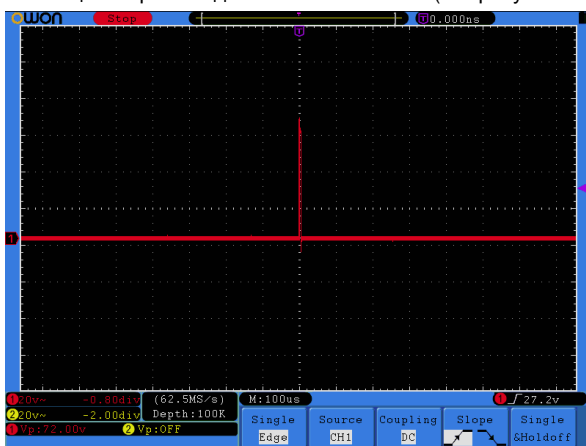

Рисунок 7.3. Обнаружение одиночного сигнала
- 15) Проверьте индикатор состояния запуска сверху дисплея. Если его состояние отличается от **Ready**, нажмите кнопку **Run/Stop**, чтобы начать сбор данных и ожидайте события запуска. Если сигнал достигнет уровня запуска, будут собраны данные для построения осциллограммы, которая отобразится на дисплее. С помощью такого подхода легко обнаружить случайный импульс. Например, если требуется обнаружить всплеск с высокой амплитудой, установите уровень запуска несколько выше, чем средний уровень сигнала, нажмите кнопку **Run/Stop** и ожидайте события запуска. При возникновении всплеска прибор автоматически запустит формирование осциллограммы. Поворотом регулятора **HORIZONTAL POSITION** в области управления горизонтальной шкалой вы можете менять позицию запуска по горизонтали, чтобы внести отрицательную задержку, что позволит легко увидеть участок осциллограммы до момента всплеска (см. рисунок 7.3).